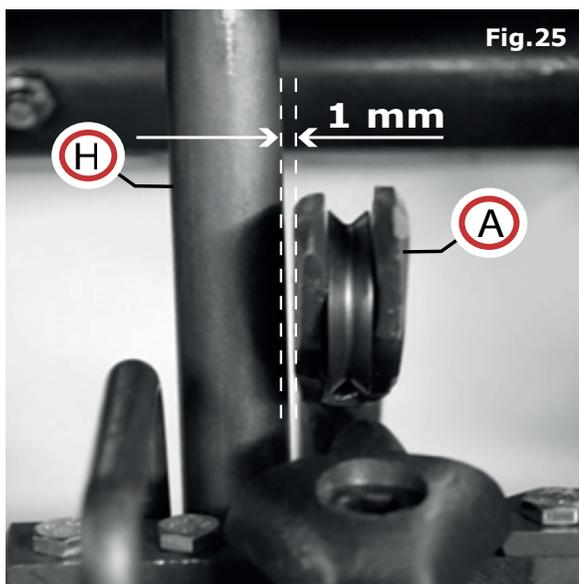

Fig.25
2. Coloque las agujas (A) (Fig. 25) al lado de los ejes (H) y asegúrese de que estén separadas **1 mm** entre sí.